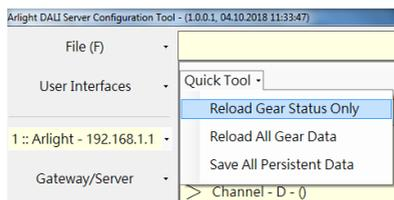

Рис. 8
7. Нажмите Quick Tool и выберите пункт Reload Gear Status Only для сканирования шин DALI и обнаружения устройств (Рис. 8).